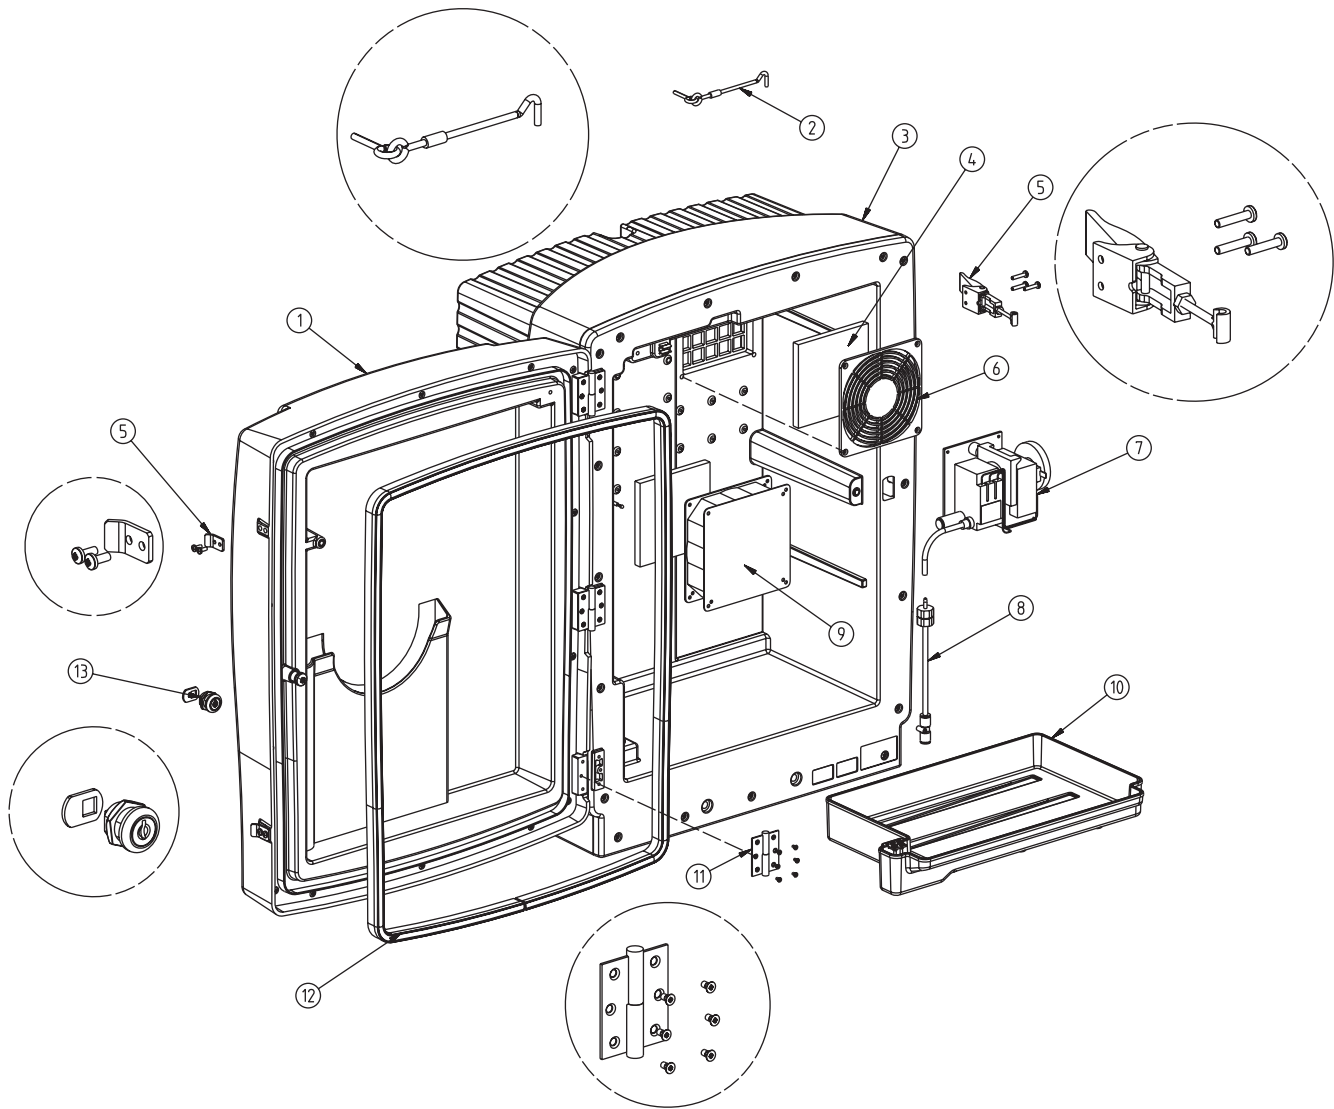
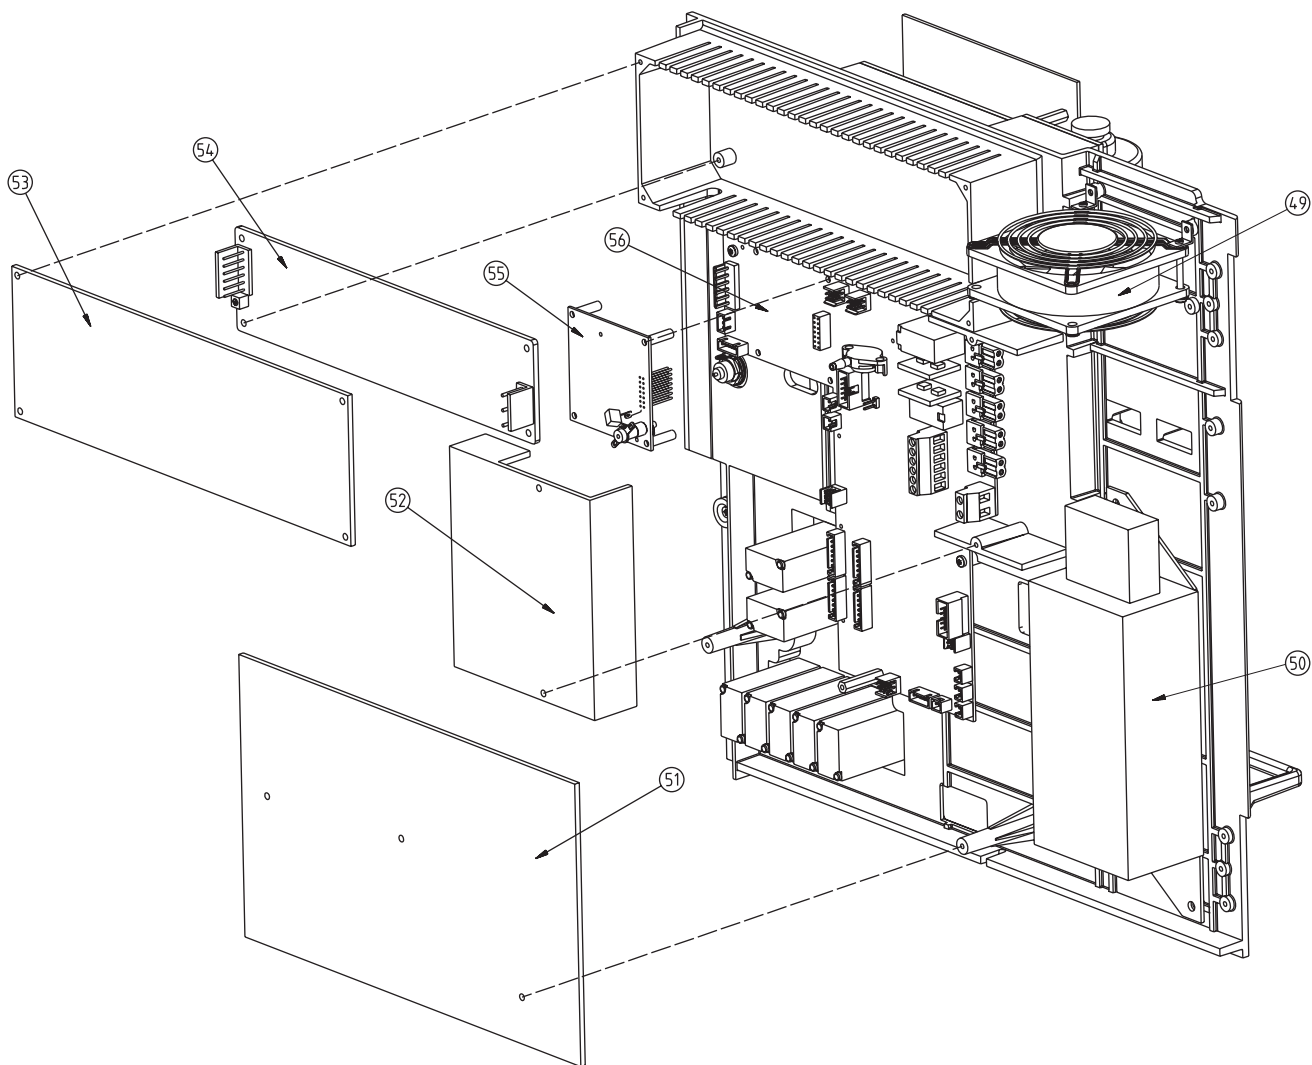

图 17 分析器外壳
图 20 分析器面板的详细后视图
8.4 更换部件（请参见第 50 页的图 17 – 第 53 页的图 20）